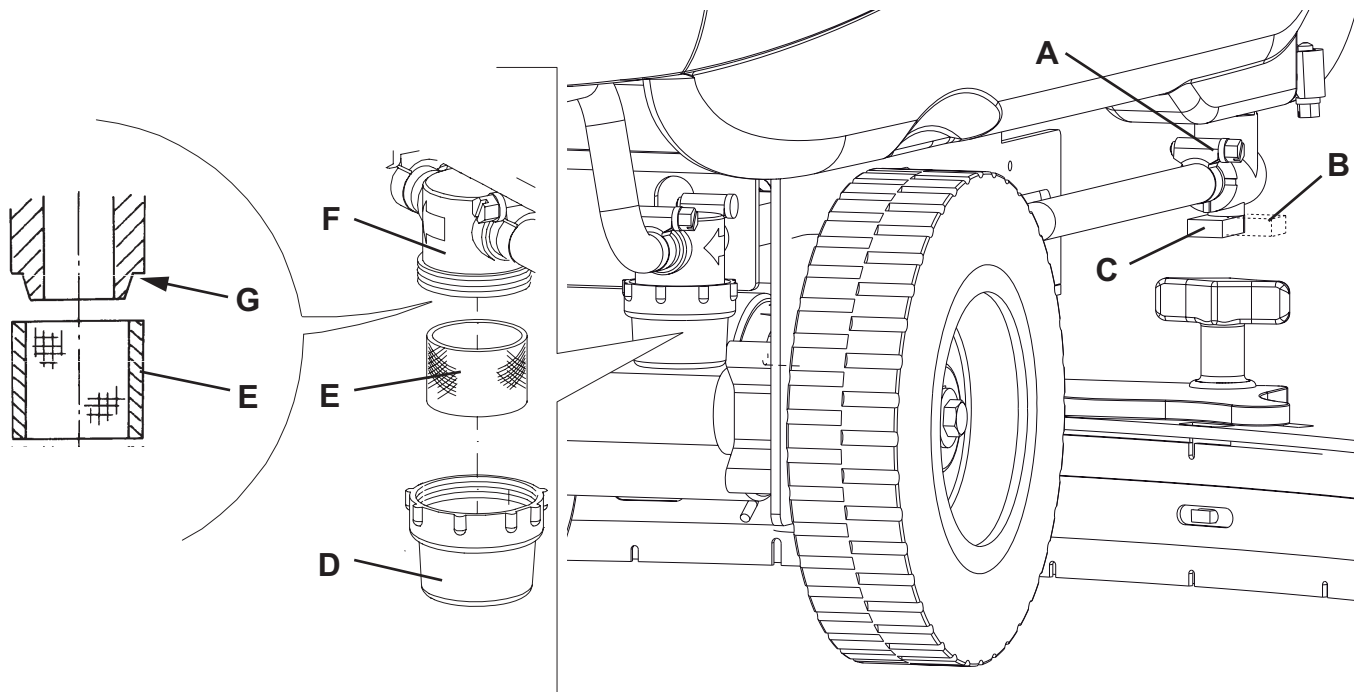

Figure 6
3. Fermer le robinet (A, Fig. 6) de la solution situé dessous la machine, derrière la roue arrière droite. Le robinet (A) est fermé quand il se trouve dans la position (B) par rapport aux tuyaux ; il est ouvert quand il se trouve dans la position (C).
4. Déposer le couvercle transparent (D), puis déposer le filet filtrant (E). Les nettoyer et les reposer sur le support (F).